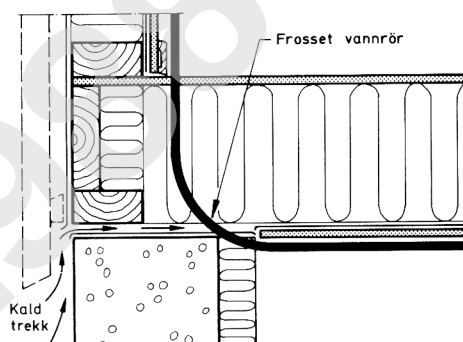

Fig. 112
- 112 Utettheter i overgangen mellom grunnmur og svill gir fare for frost i vannledninger som ligger innenfor, se fig. 112.